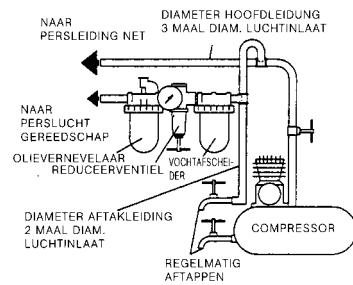

Fig. 1
- Zorg ervoor dat alle slangen, fittingen en koppelingen de juiste aansluiting hebben en veilig gemonteerd zijn. Zie Fig. 1 voor een correct persleidingnet.